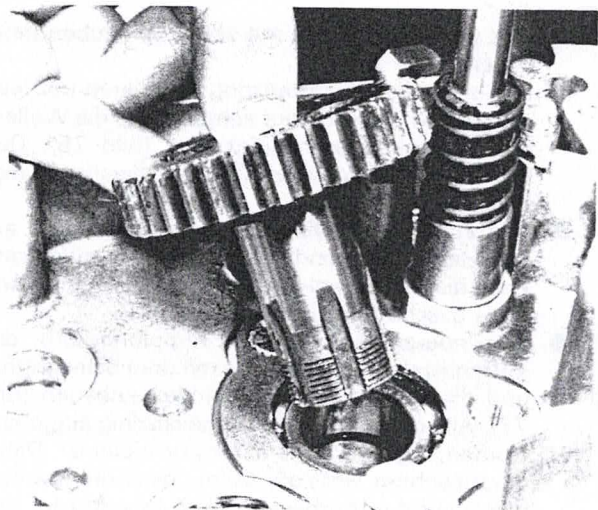

Bild 67
- Die beiden Getriebewellen mit dem kompletten Rädersatz (mit Ausnahme des Zahnrades des 4. Ganges der Hauptwelle) in die linke Kurbelgehäusehälfte einsetzen, nachdem sich dieses abgekühlt hat. Das Kickstarterzahnrad auf die Kickstarterwelle setzen, darüber die Anlaufscheibe, und das Zahnrad des 4. Ganges auf die Hauptwelle aufsetzen (Bild 67).